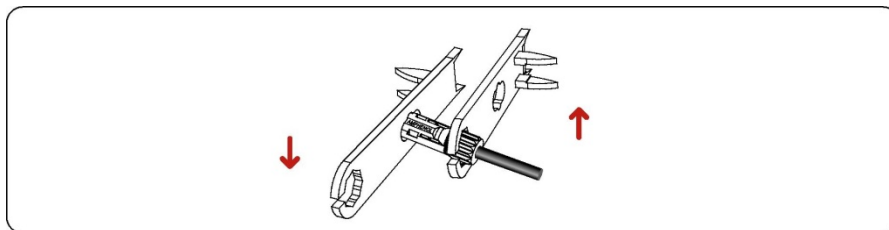

Imagen 5.11 Ajustando los conectores
Paso 4 Apriete las tuercas de los conectores positivos y negativos utilizando una llave, tal y como se muestra en la imagen 5.11.